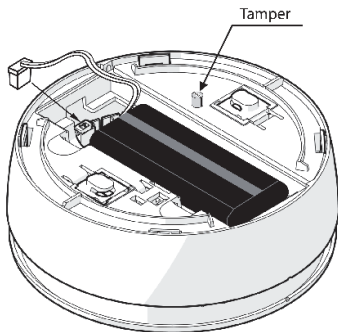

Figura 4
4. Aprire il vano batterie e collegare il cavetto delle batterie al connettore presente sulla scheda. Quando si inserisce il supporto della batteria in posizione, assicurarsi che le batterie siano rivolte verso l'alloggiamento della sirena (*vedi Figura 4*).